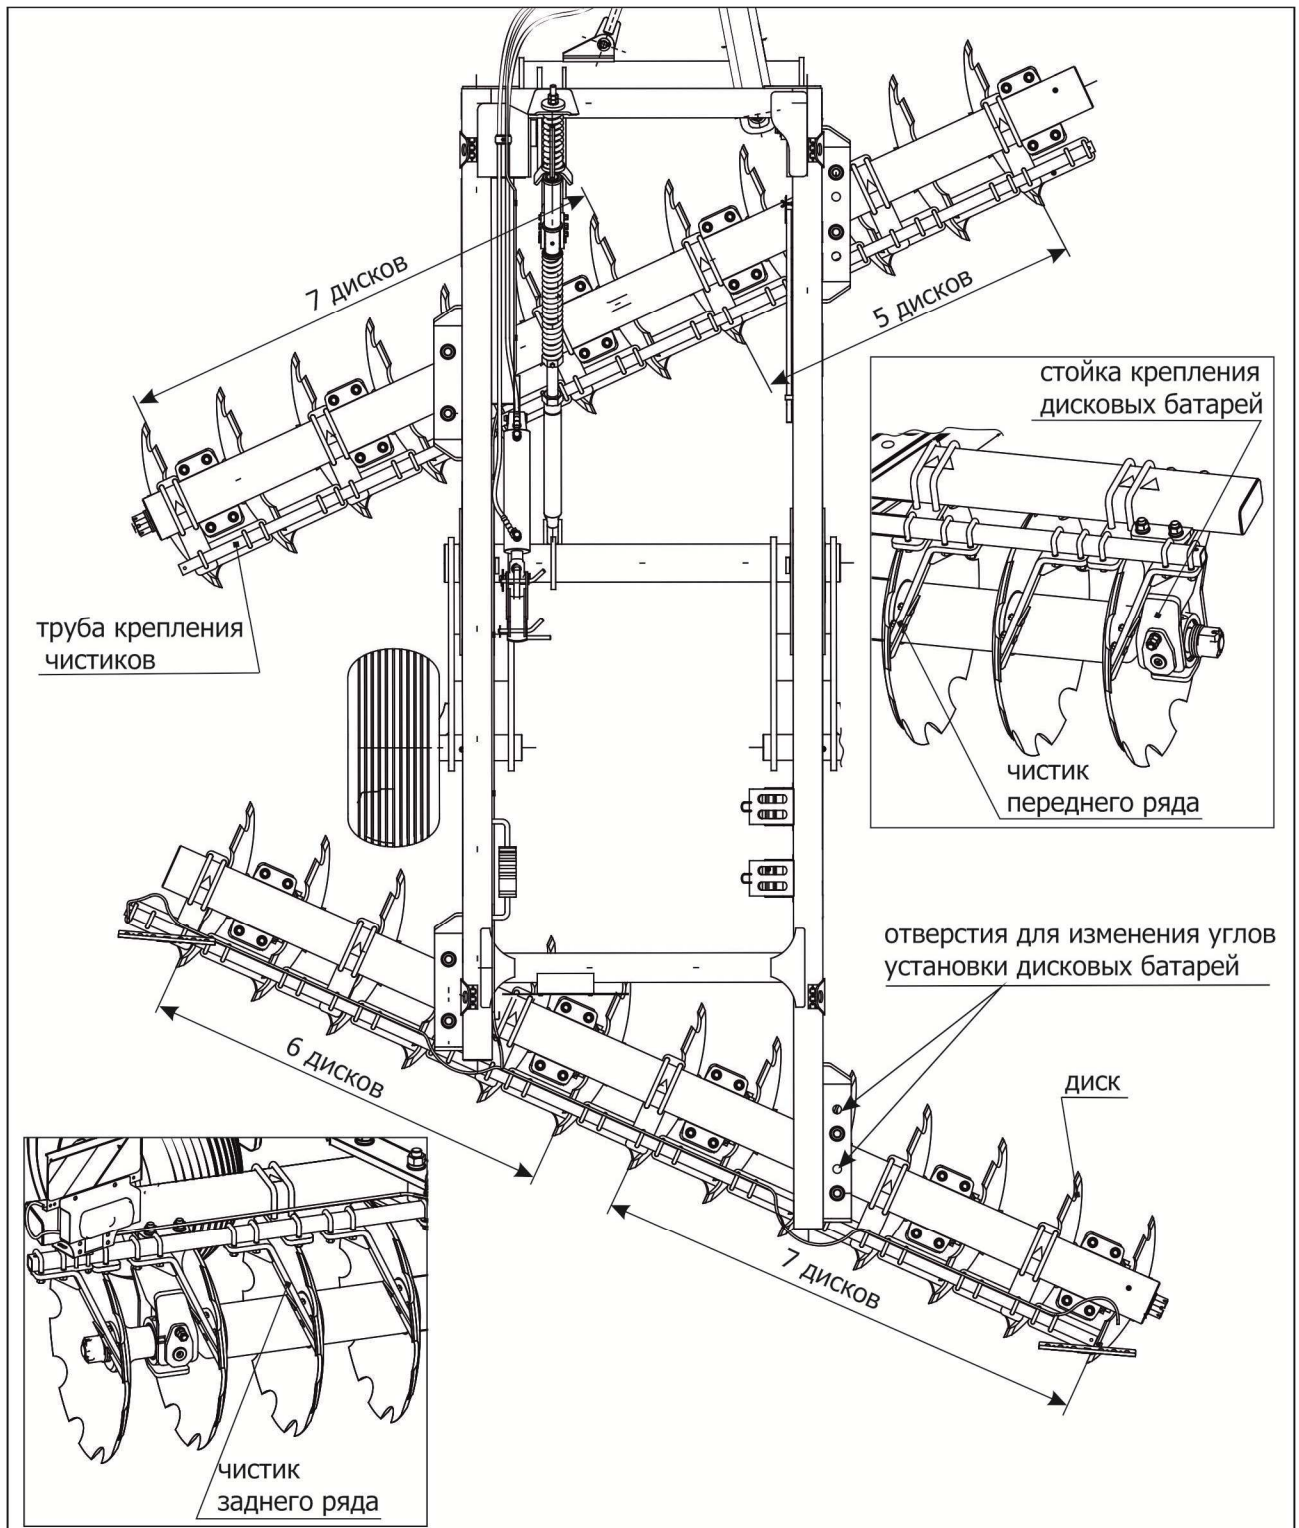

Рисунок 5.1 – Расположение дисковых батарей
8) Произвести установку дисковых батарей и чистиков (см. п.3.2.5, рисунок 5.1).